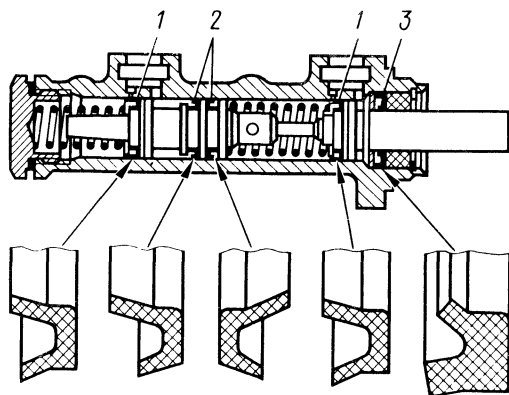

Рис. 190. Установка манжет главного цилиндра:
1. Установите манжеты на поршнях, как показано на рис. 190, избегая их переворачивания.